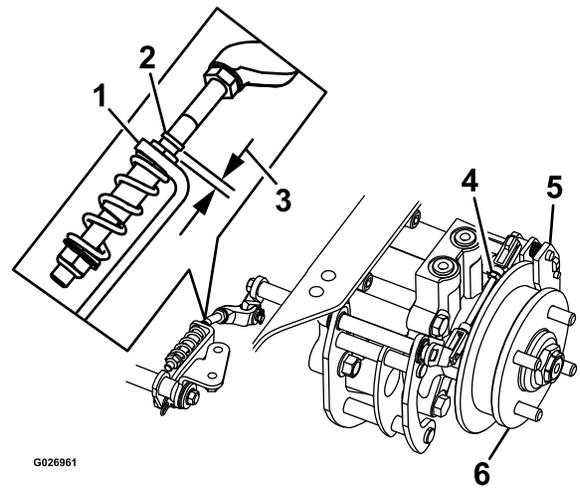

Figure 86
7. Vérifiez si un espace est visible entre le support en L et la butée de tringlerie (Figure 86).